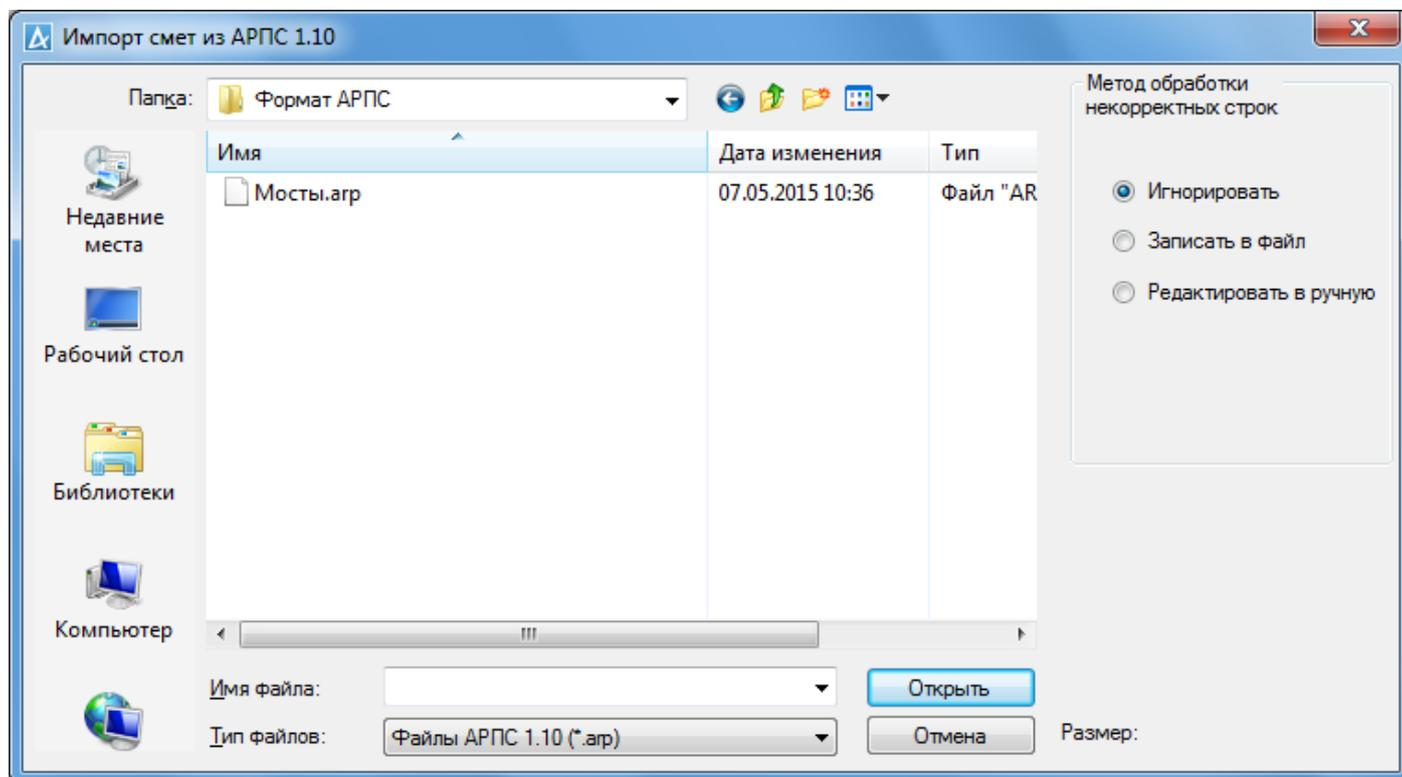

Рис. 4.41 Пример окна «Импорт в АРПС 1.10»
- Выполним импорт файла из формата АРПС 1.10 сметы с названием **«Мосты»**, выбираем команду **«АРПС 1.10»**. Открывается окно импорта (рис. 4.41).